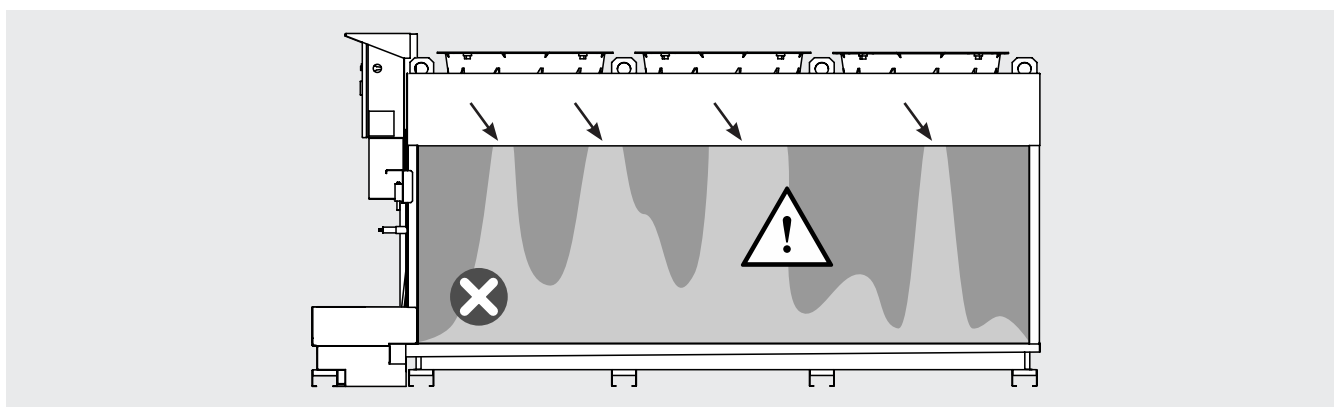

Figura 17
- 11.8 Con el sistema adiabático en funcionamiento, compruebe que hay una distribución adecuada del agua en los paneles: es aceptable una coloración oscura uniforme en al menos el 80% de la superficie del panel. Véase el punto 12.32. Véase Figura 17 como ejemplo de coloración inaceptable.
- 12.12.1 Realice una inspección visual del sistema de distribución adiabática de agua en los paneles. Una distribución irregular del agua en el panel exterior (coloración irregular del panel, véase la Figura 17) puede deberse a la obstrucción de una o varias boquillas de conexión rápida. Un flujo anormal de agua durante el funcionamiento del sistema adiabático puede atribuirse a una o más boquillas dañadas. En caso necesario, sustitúyalas como se indica a continuación.